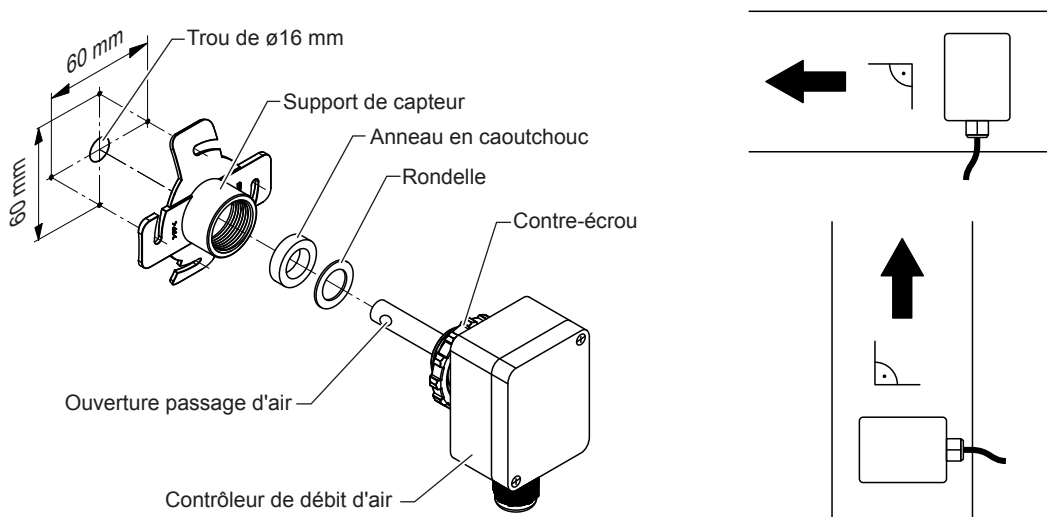

Fig. 31: Montage du contrôleur de débit d'air
3. Enlever les deux écrous qui sont vissés sur le fil de la tige de capteur lors de la livraison (**ne montré pas** dans la Fig. 31).
4. Placer le contrôleur de débit d'air dans le support de capteur à l'aide de l'anneau en caoutchouc et de la rondelle de sorte que l'ouverture passage d'air pointe exactement dans la direction du flux d'air. L'ouverture passage d'air pointe dans la direction du flux d'air si le côté du logement de capteur est aligné  $90^\circ$  à la direction de flux d'air (siehe Fig. 31). Fixer ensuite le contrôleur de débit d'air avec le contre-écrou.